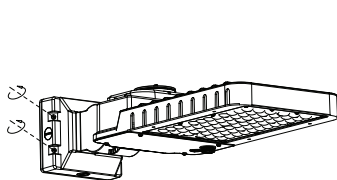

FIG. 16
1. Desserrez les 4 vis M5*12 comme dans la **FIG. 16**, ensuite sortez la plaque arrière du support.